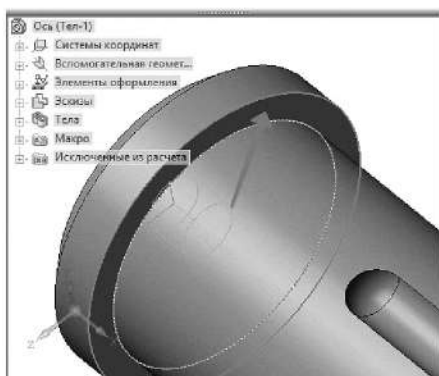

Рисунок 3.33. Выбор грани совпадения элемента детали «Ось»
2.4.7 Увеличьте деталь *Ось* и укажите плоскую кольцевую грань (рисунок 3.33).